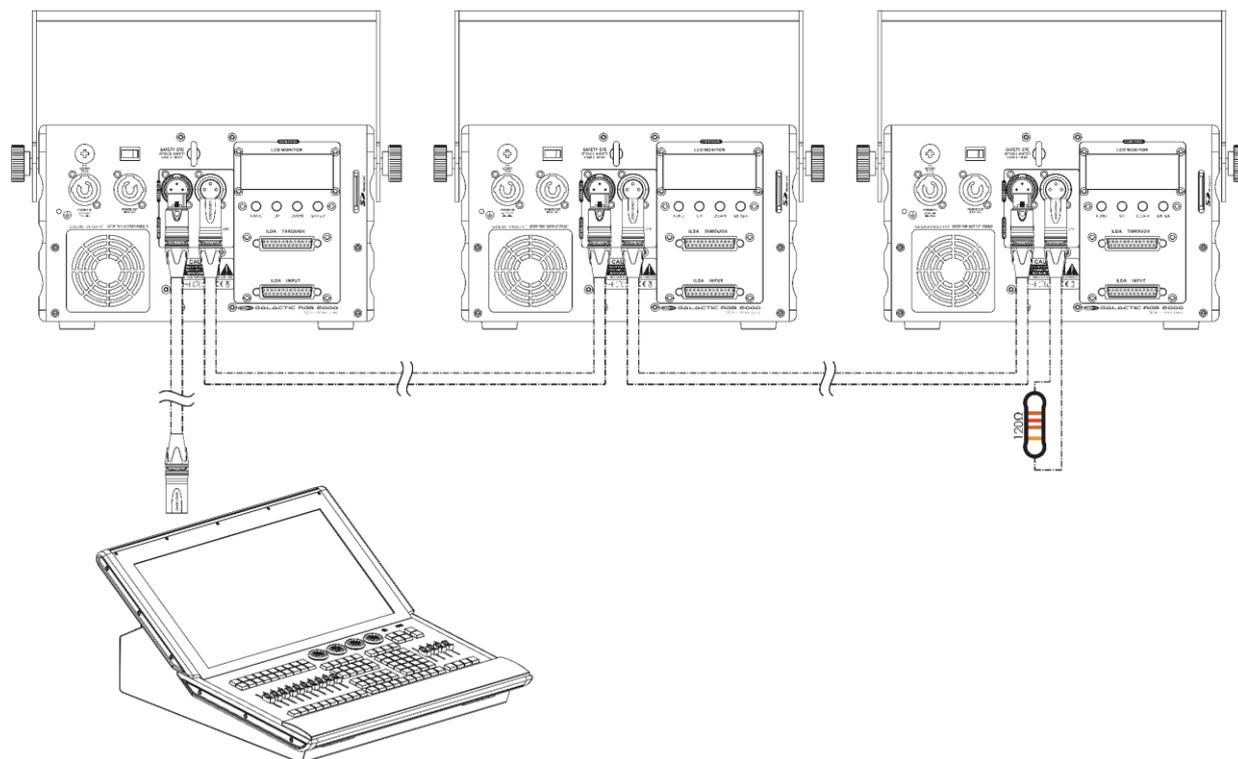

Fig. 13
- 03) Repita el paso 2 para todos los dispositivos de la conexión en cadena como se indica en la Fig. 13.
- 04) Introduzca la tarjeta SD incluida en la **ranura para tarjeta SD (13)** en cada uno de los dispositivos conectados.